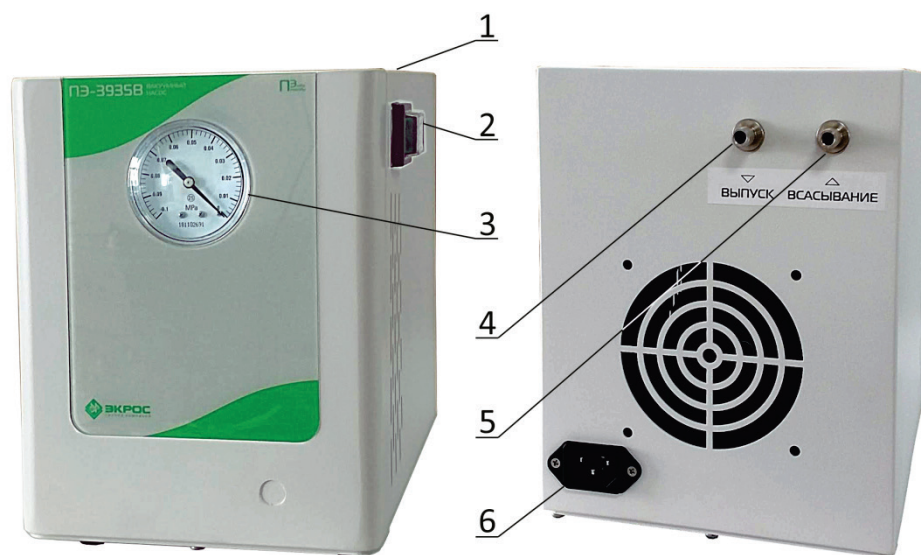

Рисунок 1
5.1. Устройство представляет собой мембранный насос, приводимый в действие электродвигателем и размещённый в едином корпусе (Рисунок 1).